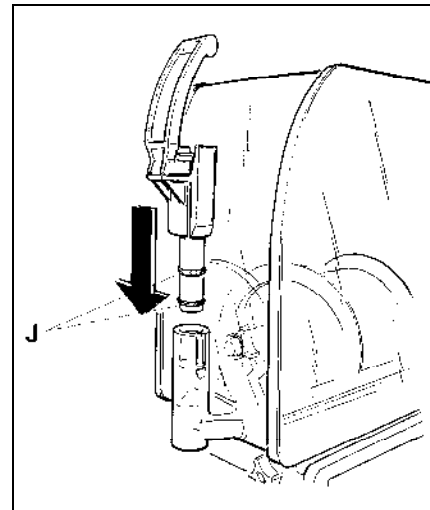

Fig. 24
- Rimontare il rubinetto avendo cura di cospargere con grasso di vaselina le guarnizioni J per agevolare lo scorrimento del rubinetto nella propria sede fino a completo inserimento (vedi fig.24).